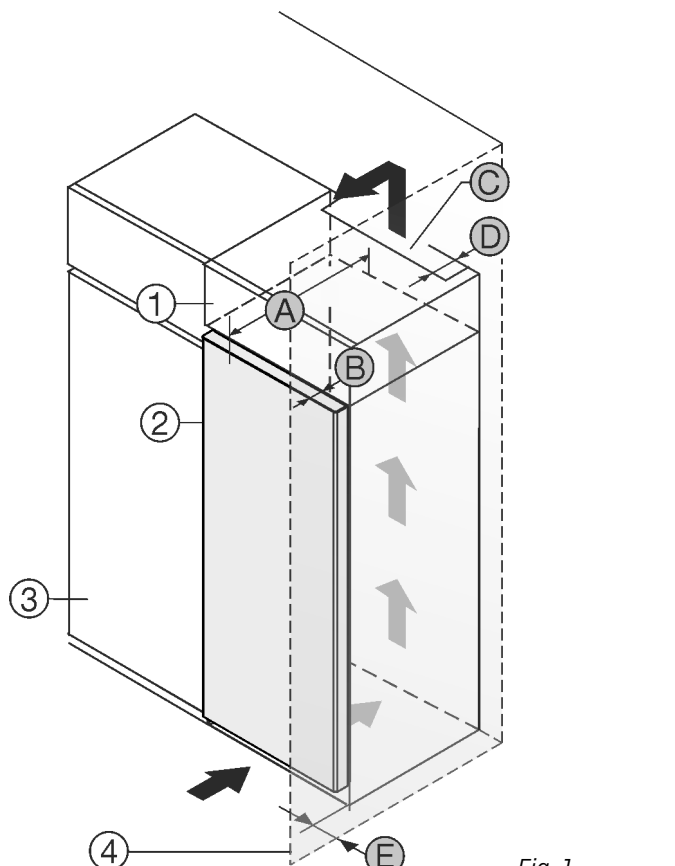

Fig. 1
Ställ apparaten direkt bredvid köksskåpet Fig. 1 (3).
Bakom överskåpet måste det finnas en luftspalt med djupet Fig. 1 (D) längs hela överskåpets bredd.
Under taket måste angiven ventilationsprofil Fig. 1 (C) följas.
Om skåpet placeras med gångjärnen vid en vägg Fig. 1 (4) ska avståndet mellan skåpet och väggen vara minst 13 mm.
Om skåpet placeras med gångjärnen vid en vägg Fig. 1 (4) ska avståndet mellan skåpet och väggen vara minst 20 mm.
För att dörrarna ska kunna öppnas helt måste skåpet sticka ut med djupet Fig. 1 (B) utanför köksskåpets front. Beroende på köksskåpens Fig. 1 (3) djup och om väggavståndshållare används kan skåpet skjuta ut ännu mer.